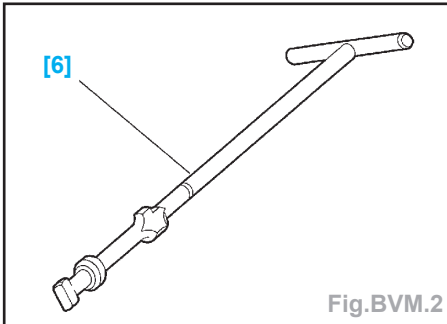

Fig.BVM.2
- Introduire l'outil [6] (outil pour clippage de butée d'embrayage) dans le trou oblong de la fourchette d'embrayage et tourner l'outil de 90° (Fig.BVM.2).